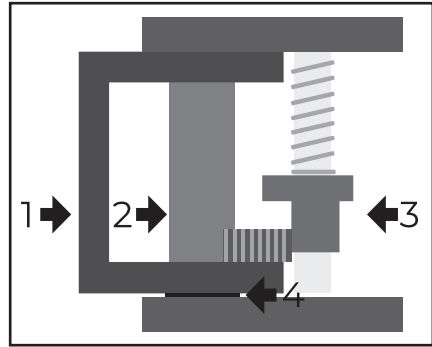

Fig. 23
1. Retirez la rondelle élastique (4, Fig.23) de la goupille, puis retirez la goupille (2, Fig.23) du bras (1, Fig.23).
2. Lubrifiez la goupille, les dents de blocage et les dents de blocage du corps de levage (3, Fig. 23) avec de la graisse multi-usage EP40.
4. Retirez la rondelle élastique (4, Fig.23) avec une pince à rondelle élastique, installez le tampon en caoutchouc. Remplacez la rondelle élastique (4, Fig.23) lorsque le pont élévateur est en position relevée.